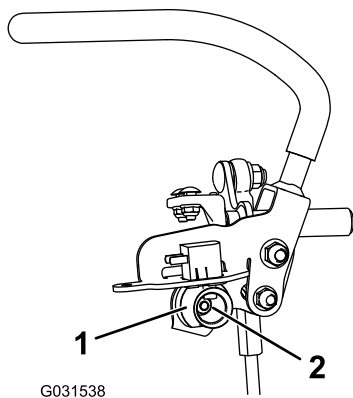

Figure 73
6. Desserrez l'écrou de fixation de la came (Figure 73).